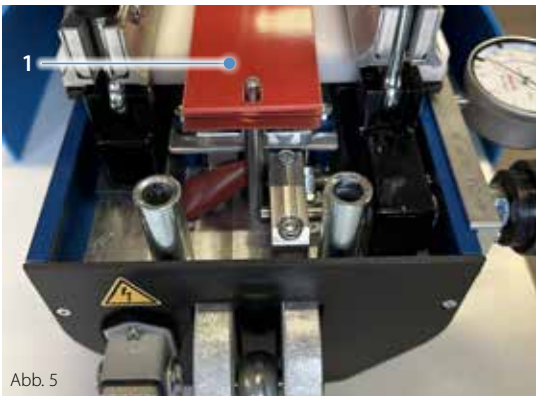

Abb. 5
- Legen Sie die benötigten Schichten der Pressenauslegung (tragseitig) (1) auf die Verbindung. (Abb. 5)